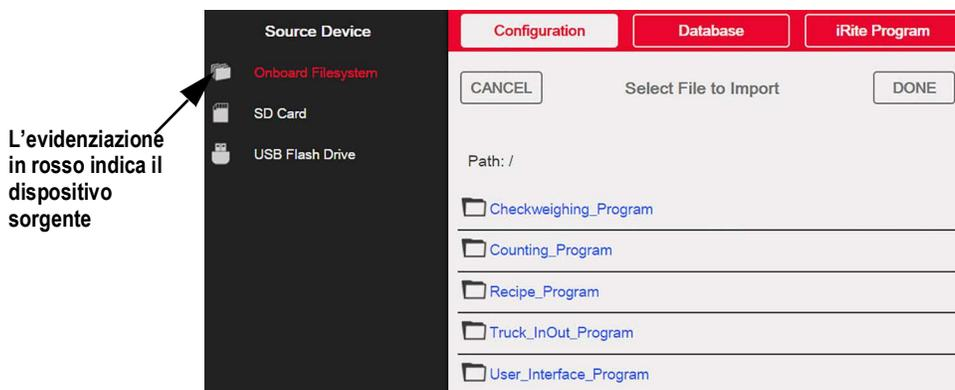

Figura 13-1. Importazione della configurazione
**NOTA:** *la schermata di importazione della configurazione è identica sia che si importi da un file system integrato, da una scheda micro SD o da un'unità flash. L'unica differenza è che il dispositivo sorgente è evidenziato in rosso sul lato sinistro dello schermo. Per un esempio, vedere la Figura 13-1, in cui un file viene importato da un file system integrato.*
2. Premere **Import from File**. Viene visualizzata la schermata di importazione, vedere la Figura 13-1 a pagina 116. Caricare entrambi i file .rev e .cod per utilizzare i programmi applicativi integrati.
4. Selezionare **Import from File**. Viene visualizzata la schermata di importazione, vedere la Figura 13-1 a pagina 116.
2. Premere **Import from File**. Viene visualizzata la schermata di importazione, vedere la Figura 13-1 a pagina 116.
3. Premere **Import from File**. Viene visualizzata la schermata di importazione, vedere la Figura 13-1 a pagina 116.